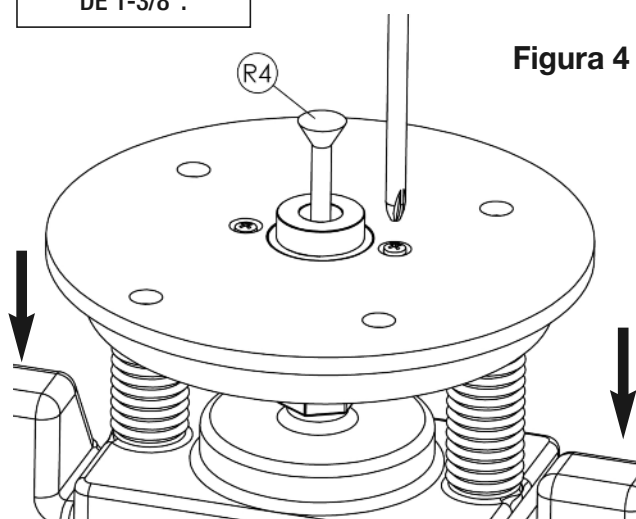

Figura 4
3. Afloje sólo lo necesario los tornillos de montaje en la placa de base, para permitir pequeños movimientos (Figura 4).